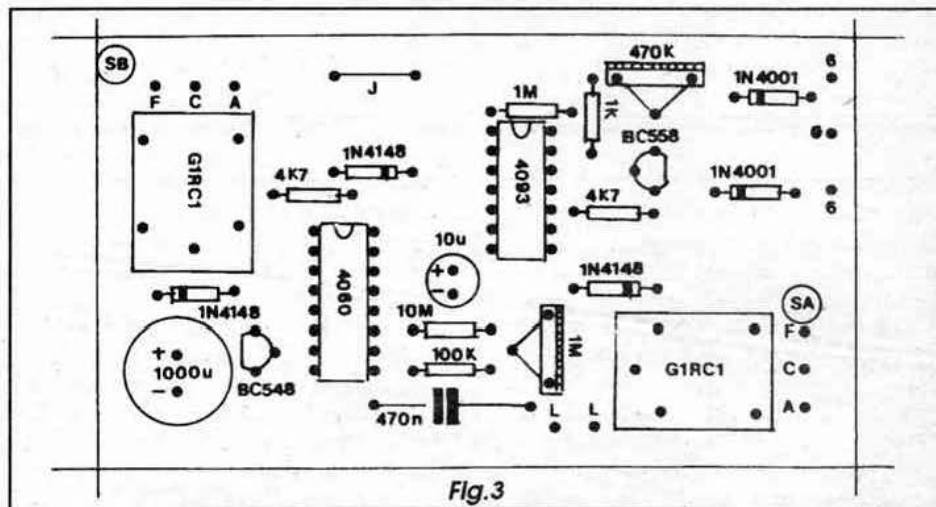

Fig.3
- FIG. 3 - CHAPEADO DA MONTAGEM - O outro lado da placa (não cobreado), também em tamanho natural, com praticamente todos os componentes do circuito devidamente posicionados e identificados em seus valores, códigos e polaridades. Lembrar que os dois integrados, os dois transistores, os cinco diodos e os dois capacitores eletrolíticos, são componentes *polarizados*, devendo ter seus terminais inseridos à placa exatamente nas posições indicadas (qualquer inversão redundará em danos ao componente e obstará o funcionamento do circuito...). Os relês também precisam ser colocados na placa em posição correta, porém a sua própria disposição de pinos inibe uma eventual incorreção... Quanto aos demais componentes, não polarizados, o único *segredo* é ler previamente, com precisão, seus valores, de modo a não colocá-los na placa em lugares errados... Não esquecer do *jumper* (codificado como J, na figura...), nada mais do que um pedacinho de fio interligando dois furos/ilhas... Lembrar ainda (na furação prévia...) que os terminais dos relês e dos *trim-pots* são um pouco mais grossos do que os dos outros componentes, requerendo assim um diâmetro um pouquinho maior nos respectivos furos... Se *pintarem* dúvidas, recorrer ao **TABELÃO APE**... Conferir tudo ao final, com extrema atenção, aproveitando para